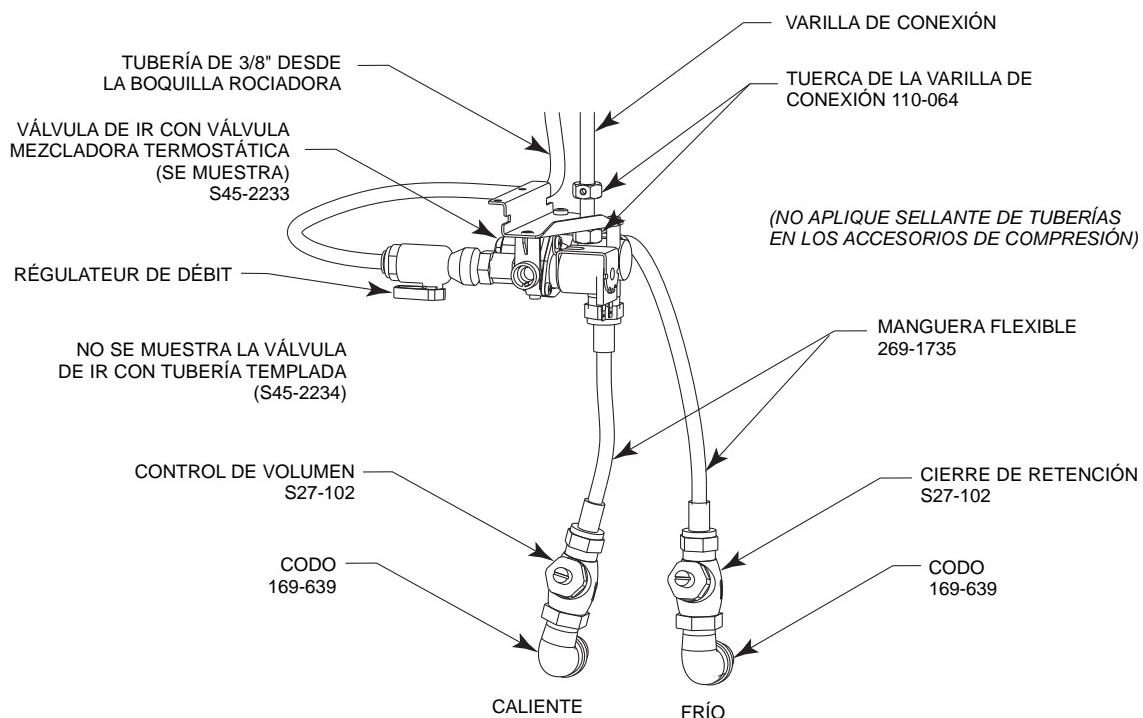

Figura 9a
CON SELLANTE PARA ROSCA DE TUBO, INSTALE LOS CODOS MACHO Y HEMBRA DE 1/2" QUE SE PROPORCIONAN EN LOS TOPES DEL SUMINISTRO EN ÁNGULO DE 1/2" (CONSULTE LA FIGURA 9A, PÁGINA 58)
- F** SOSTENIENDO EL CONJUNTO DE LA VÁLVULA FUERA DEL PEDESTAL, CONECTE LA TUBERÍA DE 3/8" DE LA BOQUILLA ROCIADORA AL CONECTOR DEL TUBO DEL CONJUNTO DE LA VÁLVULA (CONSULTE LA FIGURA 9A EN LA PÁGINA 58).
- G** COLOQUE UNA TUERCA DE 3/8" QUE SE PROPORCIONA EN LA VARILLA DE CONEXIÓN. LUEGO COLOQUE EL CONJUNTO DE VÁLVULA Y FÍJELO CON OTRA TUERCA DE 3/8". CONSULTE LA FIGURA 9A.